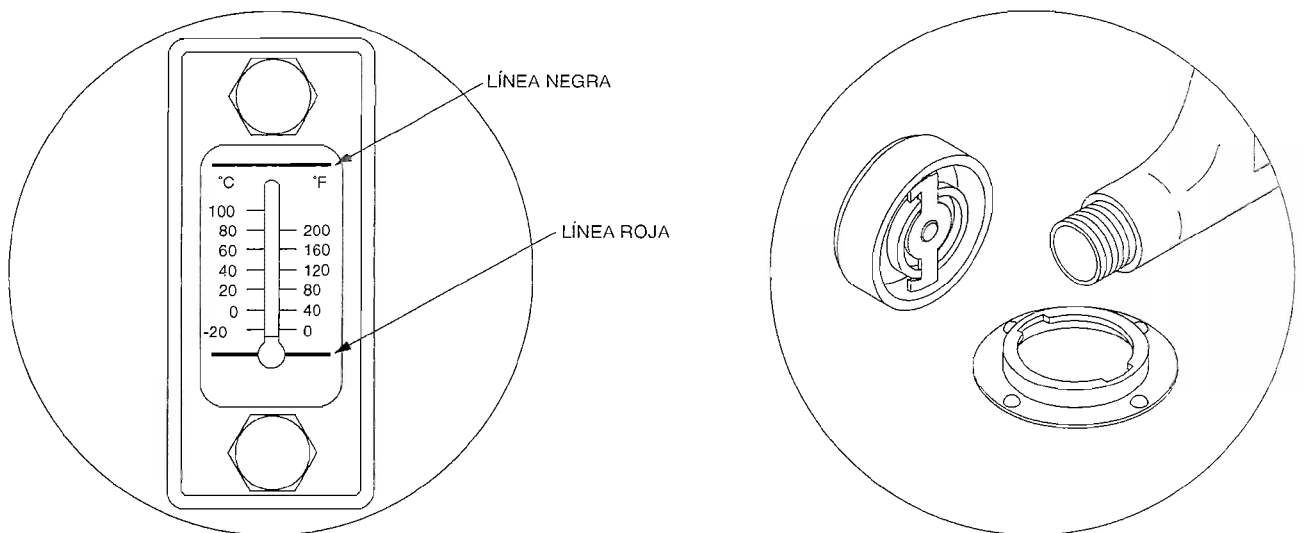

Figura 1-16. El aceite debe cubrir, pero no rebasar la línea negra.
- b. Verifique el nivel de aceite en el depósito, como es mostrado por el indicador de nivel de temperatura/aceite en la fuente de alimentación hidráulica. La línea roja indica el nivel bajo de aceite y la línea negra indica el nivel máximo de aceite. Con la fuente de alimentación hidráulica desactivada, el aceite debe cubrir pero no rebasar, la línea negra del indicador, como se muestra en la Figura 1-16.